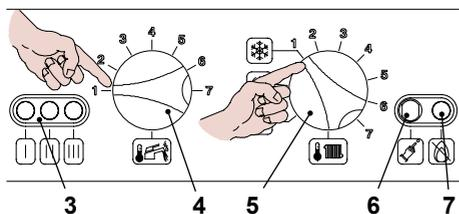
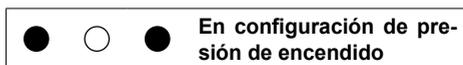
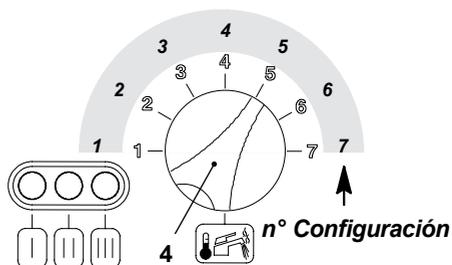

Fig. 7.7
Fig. 7.8
Fig. 7.9
- Ponga el selector 5 como se muestra en Fig. 7.7; la luz de aviso 3 parpadea cada 2 segundos aproximadamente.
- Mantenga presionado el pulsador de restablecimiento 6 en Fig. 7.7 durante unos 10 segundos, la luz de bloqueo 7 en Fig. 7.7 iniciará a parpadear.
- Para programar la presión de encendido del quemador, los indicadores luminosos 3 en Fig. 7.7 deben resultar como en Fig. 7.8 (leyenda indicadores en pág. 7)
- Si no se visualiza esta secuencia, presione el pulsador de restablecimiento 6 en Fig. 7.7 Si no se visualiza esta secuencia, presione el pulsador de restablecimiento.
Para visualizar la programación, mantenga presionado el pulsador de restablecimiento 6 en Fig. 7.7 durante unos 5 segundos. Los indicadores 3 en Fig. 7.7 parpadean un número de veces equivalente a la configuración (Fig. 7.9).
- Para cambiar la configuración, gire el pomo de regulación de temperatura de los circuitos sanitarios 4 en Fig. 7.7 y llévalo a la posición determinada Fig. 7.9 véase también Fig. 7.10 (en la figura el pomo se ha programado en la posición 5), la lámpara de señalización de bloqueo en la Fig. 7.7 parpadeará rápidamente.
- Para memorizar la configuración, presione el pulsador de restablecimiento 6 en Fig. 7.7 durante unos 5 segundos, todos los indicadores luminosos 3 en Fig. 7.7 parpadean a la vez como en Fig. 7.11 (leyenda indicadores en pág. 7)